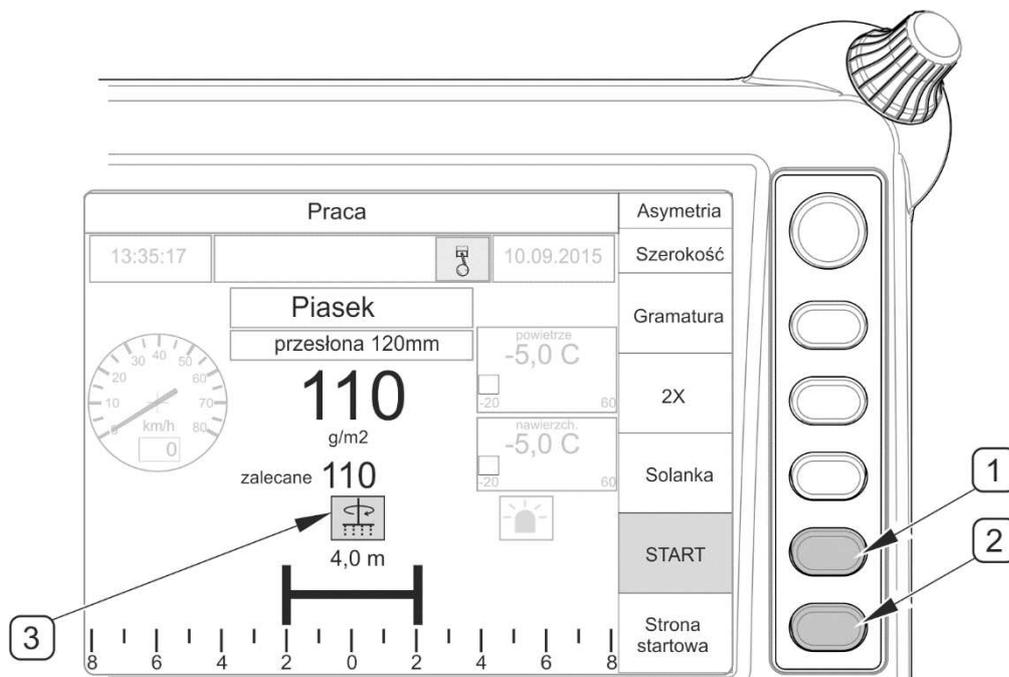

ABBILDUNG 4.29 Ausschalten der Streumaschine
(1) - Taste zum Ein-/Ausschalten der Streumaschine; (2) - Taste für die Rückkehr auf die Startseite;
Auf der Betriebseite „Betrieb“ des Steuerpults (ABBILDUNG 4.29) mit der Taste (1) den Streuvorgang ausschalten. Nachdem der Antrieb des Streutellers und des Förderbandes ausgeschaltet wurde, erlischt die Kontrollleuchte (3). Anschließend mit der Taste (2) auf die Startseite „Start“ wechseln.